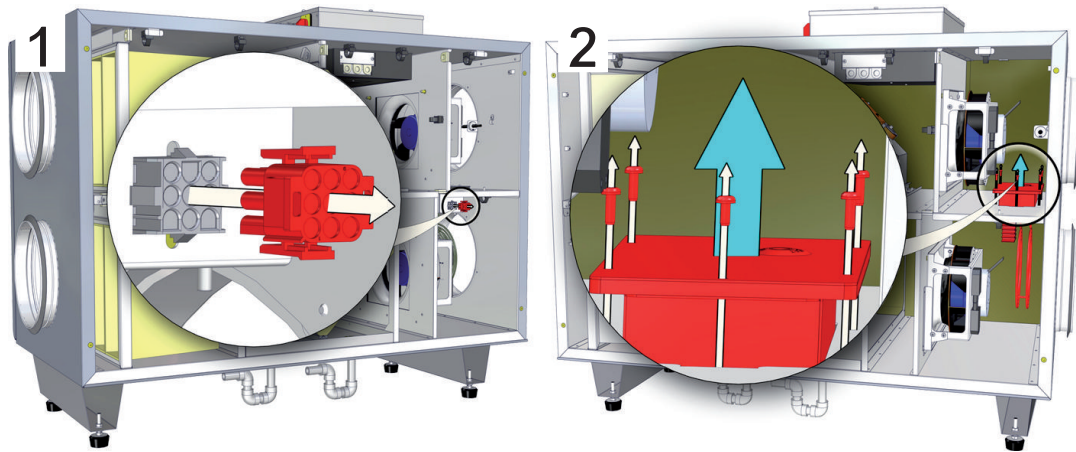

Рис. 15.1. Демонтаж электрического нагревателя LV-PACU 700HE-V4-ECO.
- при необходимости извлеките электронагреватель как показано на рис. 15.1–Рис. 15.3 (в зависимости от типоразмера вентустановки);
Извлеките электронагреватель, как показано на рис. 15.1–Рис. 15.3 (в зависимости от типоразмера вентустановки).